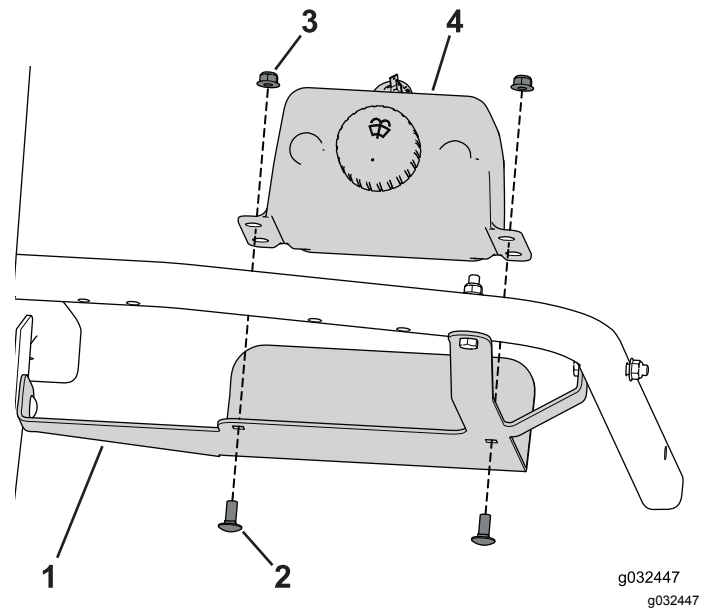

Figure 31
3. Fixez le réservoir de lave-glace au support à l'aide des 2 boulons de carrosserie (5/16" x 3/4") et écrous à embase (Figure 31).